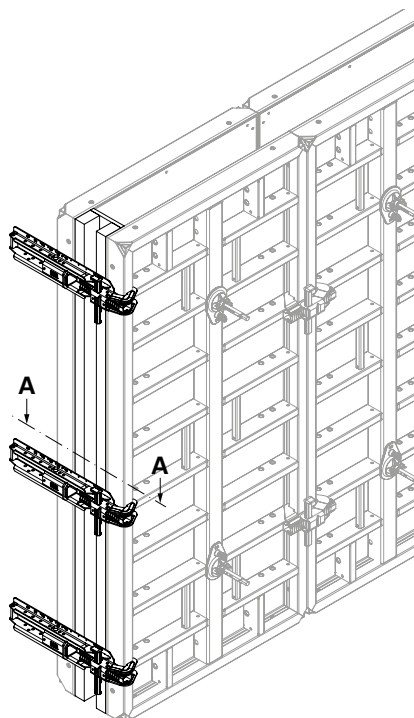

Fig. B10.01
- Pression de bétonnage admissible 80 kN/m² (Fig. B10.01 + B10.01b)